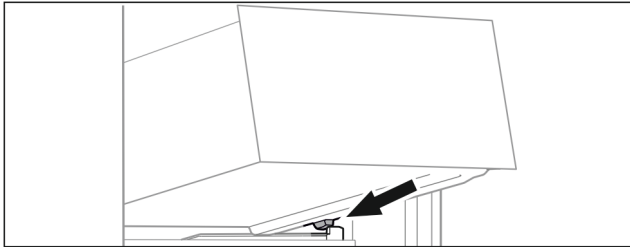

Fig. 64
- Schubfach schräg hinter den Stoppern auf Behälterrippe aufsetzen. (siehe Fig. 64)